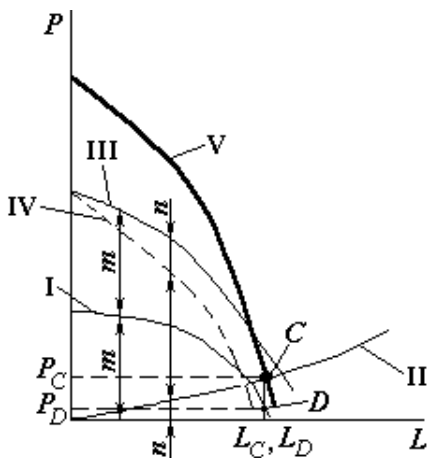

Рис. 26
сети – кривая  $\Delta P'_c$  (линия II). Строим характеристику одного вентилятора, отнесенную к точке соединения Б – кривую  $P - \Delta P'_c$  (III), вычитая из отрезков, представляющих собой давления вентилятора при каждом значении расхода воздуха, соответствующие потери давления на подводящих участках. Затем строим, как было описано выше (см. рис. 26), характеристику двух одинаковых параллельно работающих вентиляторов, но уже отнесенную к точке Б – кривую IV, которая получается путем удвоения абсцисс кривой III:  $(P - \Delta P'_c) + (P - \Delta P'_c) = 2(P - \Delta P'_c)$ . Точка С – точка пересечения кривых IV и III и будет рабочей точкой двух вентиляторов, работающих совместно, ей соответствует расход  $L_C$  и давление  $P_C$ . Определение режима работы каждого вентилятора производится построением, противоположным построению суммарной характеристики. Проводим горизонтальную прямую от точки С до пересечения с кривой III. Полученная точка К не соответствует рабочей точке вентилятора, так как кривая не представляет собой характеристики самого вентилятора. Для получения режима работы непосредственно самих вентиляторов следует восстановить перпендикуляр из точки К до пересечения с кривой I. Точка D и будет искомой рабочей точкой, т. е. каждый вентилятор развивает давление  $P_D$  и подает воздух в объеме  $L_D$ .
*Решение.* Графическое решение данной задачи показано на рис. 26. Пусть известна характеристика одного вентилятора – кривая  $P$  (линия I) и характеристика каждого участка сети – кривая  $\Delta P'_c$  (линия II). Так же, как и на рис. 11, строим характери-